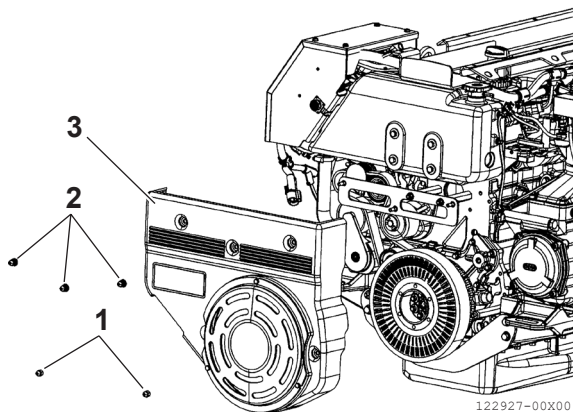

Bild 23
- Placera höljet (bild 23, (3)) korrekt och dra åt muttrarna (bild 23, (1)), (bild 23, (2)) till det angivna momentet.
Remskydd (2 muttrar M8 × 1,25) (Bild 23, (1))	21 ± 2 N·m
Remskydd (3 muttrar M8 × 1,25) (Bild 23, (2))	30 ± 3 N·m